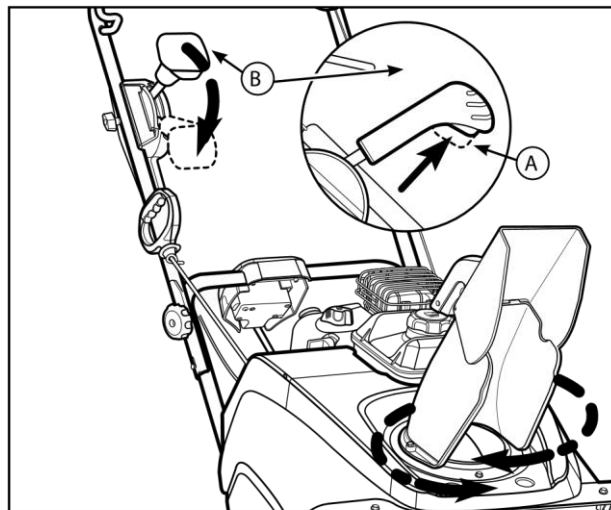

Рис. 10
1. нажмите и удерживайте триггер (а, рис. 10, врезка) на рукоятке (В) дистанционного управления желобом.
2. нажмите рукоятку вперед, чтобы повернуть желоб (с) против часовой стрелки или потяните рукоятку назад, чтобы повернуть желоб по часовой стрелке, как показано на рис. 10.